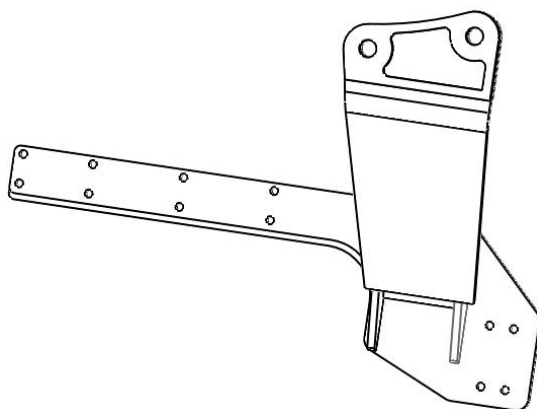
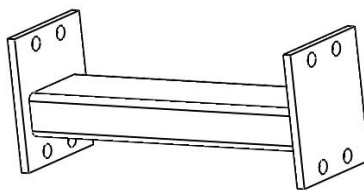
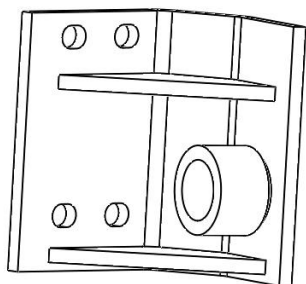
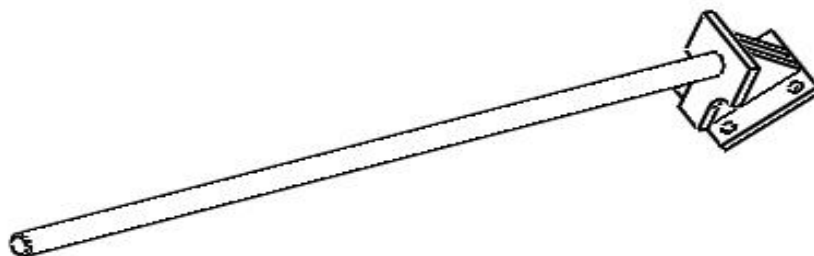

Рис. 4 Панель левая
Рис.5 Балка поперечная
Рис.6 Кронштейн-опора
Рис.7 Тяга опорная
Навесное устройство включает в себя крепящиеся на лонжеронах трактора две панели рис.4, связанные между собой балкой поперечной рис.5.
4.1.1. Панели на МТЗ-320 (Рис.4).
Панель (правая и левая) представляет собой сварную конструкцию и состоит из накладки, стойки, снабженной кронштейном для удержания и фиксации подъемного устройства при помощи осей. Накладка панели имеет отверстия для крепления к лонжеронам трактора при помощи болтов М12х60, шайб 12.65Г в кол-ве 16 шт. Также на панелях имеются отверстия для крепления кронштейна рис.6 под тягу опорную рис.7. Панели навески снизу между собой соединяются с помощью балки поперечной рис.5 и гаек М30 в кол-ве 6 шт., по 2 шт. с внутренней стороны.
4.1.2. Разгружающее устройство (тяга опорная рис.7)
Закрепить панели навески к лонжеронам трактора при помощи болтов М12х50 и шайб 12.65Г. Также закрепить кронштейн рис.6 болтами М12х50, гайками М12, шайб 12.01 и шайб 12.65Г. Между панелями навески внизу установить балку распорную рис.5. Расстояние между кронштейнами – по центрам, расположенным в верхней части панелей – должно быть 900 мм. После установки произвести подтяжку всех резьбовых соединений.
6.2.4. Между панелями навески и задним мостом трактора установить разгружающие тяги (рис.7). Закрепить тяги к заднему мосту трактора при помощи болтов М14х170, гаек М14 и к панелям навески при помощи гаек М30 с каждой стороны. После установки тяг, при необходимости, отрегулировать ход педали тормоза.